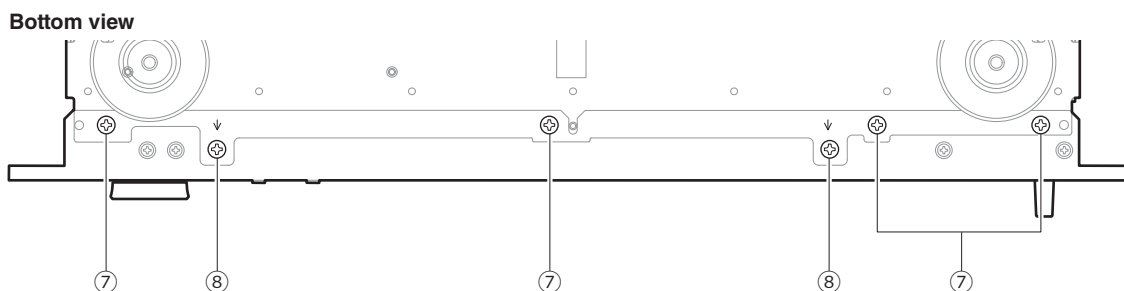

Fig. 3
- Remove 4 screws (⑦). (Fig. 3)
- Remove 2 screws (⑧). (Fig. 3)
- * Screws (⑧) are identified with (→) marks. (Fig. 3)
- ⑦のネジ4本を外します。(Fig. 3)
- ⑧のネジ2本を外します。(Fig. 3)
- ※ ⑧のネジは(→)マークで判別できます。(Fig. 3)